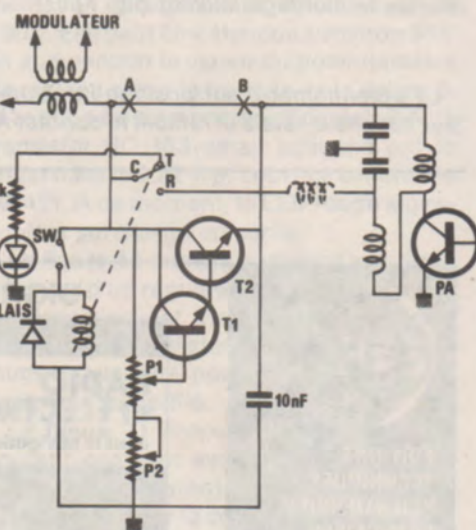

Figure 7
Il est indispensable de loger l'atténuateur dans un boîtier métallique pour empêcher tout rayonnement. Il est possible aussi de construire un atténuateur groupant plusieurs cellules en Pi commutables. Il est à noter que ce montage implique un retardement au décollage du relais en BLU (ou SSB). Une solution plus élégante est envisageable sur les TX en réduisant la tension d'alimentation qui module le dernier étage d'amplification d'émission (PA). Comment peut-on le réaliser ? Ce circuit nécessite un potentiomètre, aussi est-il davantage recommandé pour les émetteurs disposant d'un potentiomètre simple de réglage du gain micro. Cette fonction est inutile, puisque le potentiomètre est toujours utilisé à fond. Il sera remplacé de préférence par un potentiomètre de 1 k Ω linéaire avec interrupteur. Pourquoi un interrupteur ? Tout simplement pour pouvoir débrayer l'atténuateur sans chute de tension. Première opération : repérer l'arrivée du + alimentation modulée avant la self de choc de collecteur du PA. Sectionner à cet endroit et ramener les deux contacts ainsi obtenus à l'interrupteur, et réaliser le montage suivant (fig. 7) :